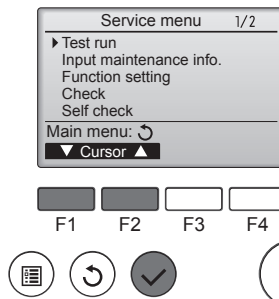

Fig. 7-1
- ① Odaberite „Test run“ (Probni rad) iz izbornika Servis, a zatim pritisnite gumb [ODABERI]. (Fig. 7-1)